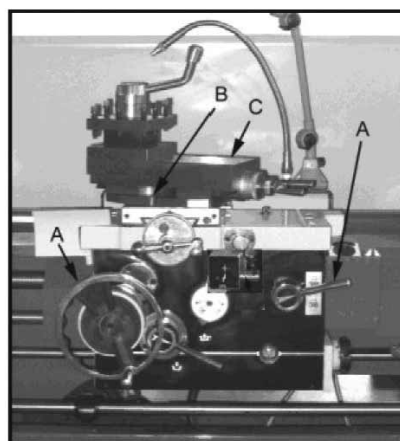

Fig. 18
4. Ställ reglaget (D, fig. 18) i rätt läge (neutralläget).
5. Kugga in halvmutterreglaget (A, fig. 18).
Support. Supporten (C, fig. 18) är monterad på tvärslidens topp och kan vridas 360°. Under skyddet sitter en kalibreringsskala (B, fig. 18) för att ställa in supporten i önskad vinkel.